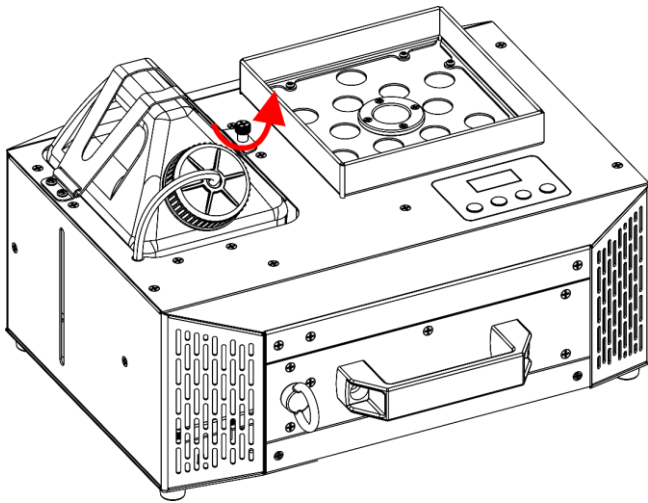

Fig. 28
- 02) Desatornille el **tornillo de seguridad del soporte del depósito (04)**, como se muestra en la Fig. 28.